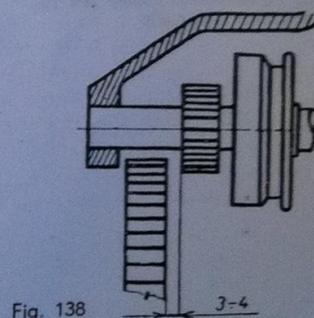

Fig. 138
2. La distance prescrite entre la face avant du lanceur et la denture du volant moteur est de 3 à 4 mm (fig. 138).